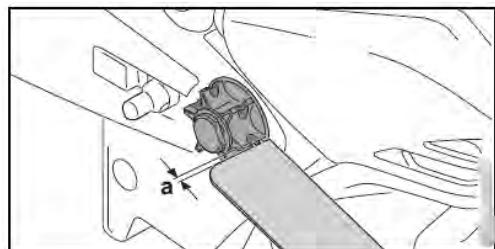

Fig. 10
- Se i segni di usura sono più profondi di  $a = 0,5$  mm, non utilizzare l'utensile e contattare il rivenditore per la manutenzione. Vedi Fig. 10.